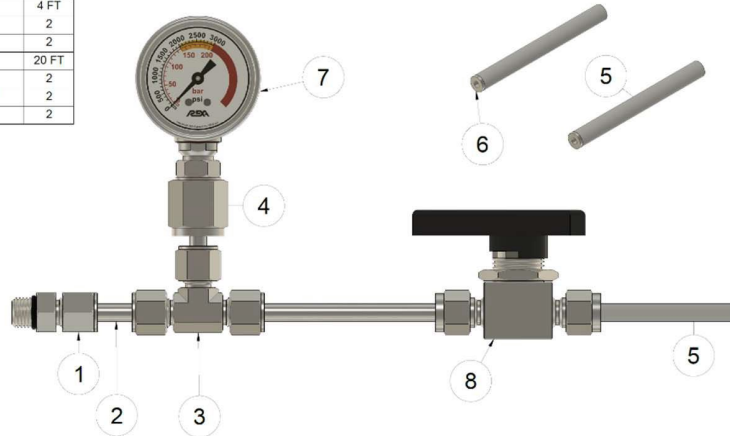
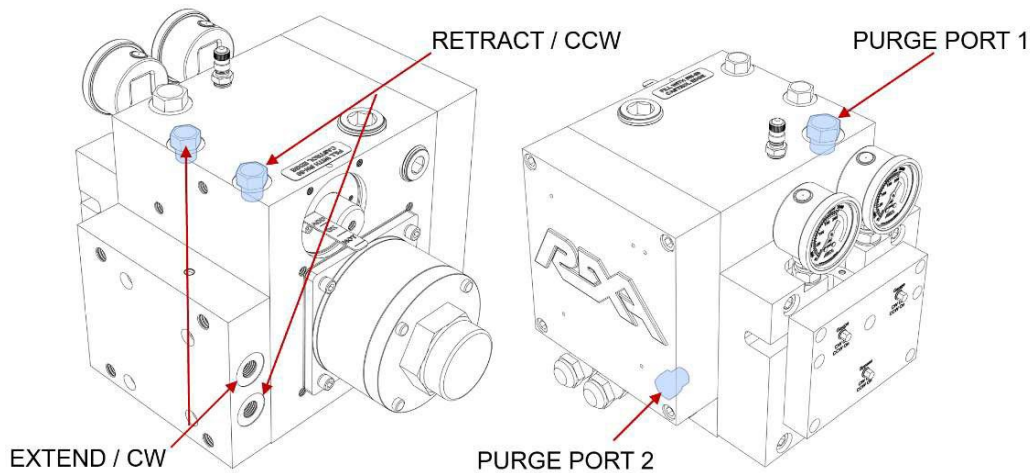

Figura 21: Kit de sangria (PN: K09275)
Figura 23: Portas de extensão/CW e retração/CCW
NOTA: Para purgar o atuador de ar, é recomendável usar o kit de sangria REXA. Consulte a Figura 21 para obter detalhes.
4. Conecte o kit de sangria REXA na Figura 21 às portas abertas Estender/CW e Retrair/CCW na Figura 23. Siga as linhas hidráulicas para diferenciar entre as direções de pressão.